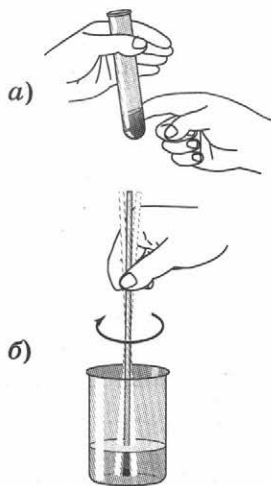

Рис. 2
4. Растворимость вещества в воде. Немного вещества (твердого — объемом со спичечную головку; жидкого — 1—2 мл) поместите в пробирку (химический стакан) и прилейте 1—2 мл дистиллированной воды. Перемешайте содержимое пробирки. При перемешивании веществ в пробирке запрещается встряхивать ее, закрывая отверстие пальцем. Перемешивание растворов в пробирке производят быстрыми энергичными движениями (постукиваниями), как показано на рисунке 2, а. В химическом стакане содержимое перемешивают стеклянной палочкой, на которую надет кусочек резиновой трубки, чтобы не повредить стенку стакана (рис. 2, б).